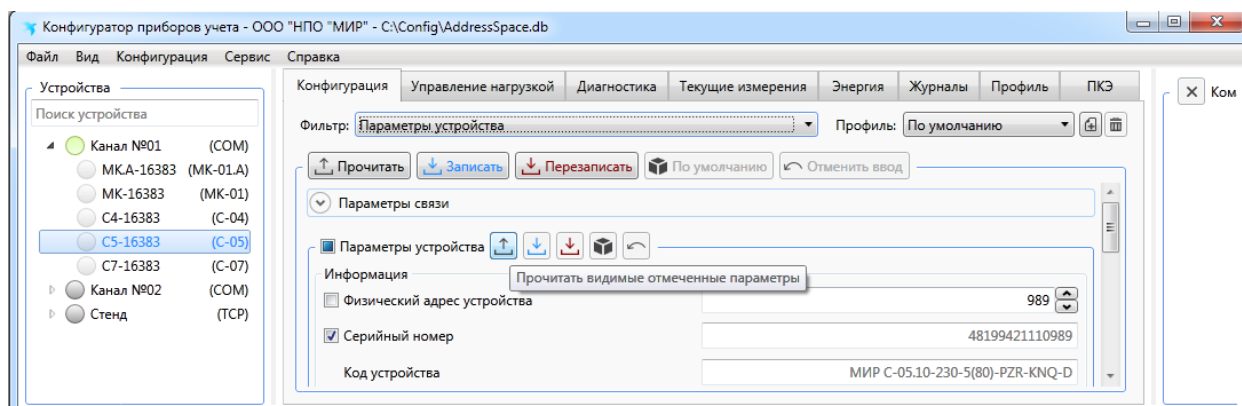

Рисунок 9.15 – Чтение части группы параметров счетчика
9.5.6.4 Объем чтения/записи можно уменьшить, если снять выделенные флажки в параметрах. Невыбранные параметры читаться/записываться не будут (рисунок 9.15).